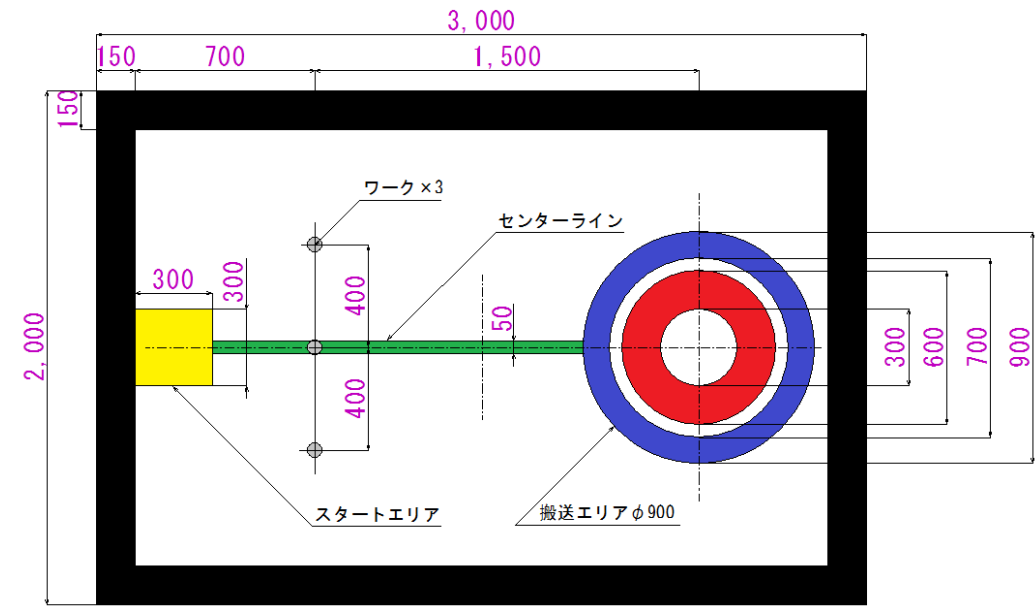

図1 ソフトウェア部門 競技場（Aコース、Bコース共通）
- ※ 競技場の床面は図1のように明確に区別の付くトーンで5色に色分けされています。競技場の外周は「黒」、スタートエリアは「黄」、センターラインは「緑」、搬送エリアの外周は「青」、青の内側に「赤」のシートが敷設されます。
参加ロボットは委員会が決めた順番に従って競技を行います。競技場には図 1 に示す位置に 3 個のワークが配置されています。ロボットは競技時間内に、より多くのワークを搬送エリア（青いサークル内）へ搬送し、搬送することにより加算されるポイントを競います。すべてのロボットが A コースと B コースで各 1 回、合計 2 回の競技を行います。2 回の競技の合計ポイントで決勝トーナメントに進む上位 8 台のロボットを決定します。